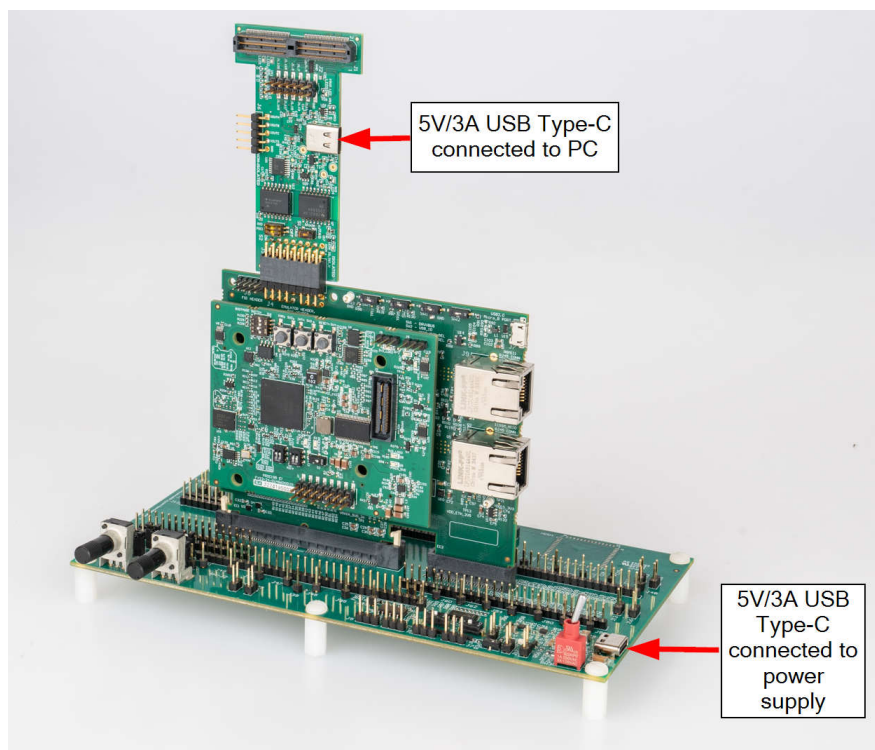
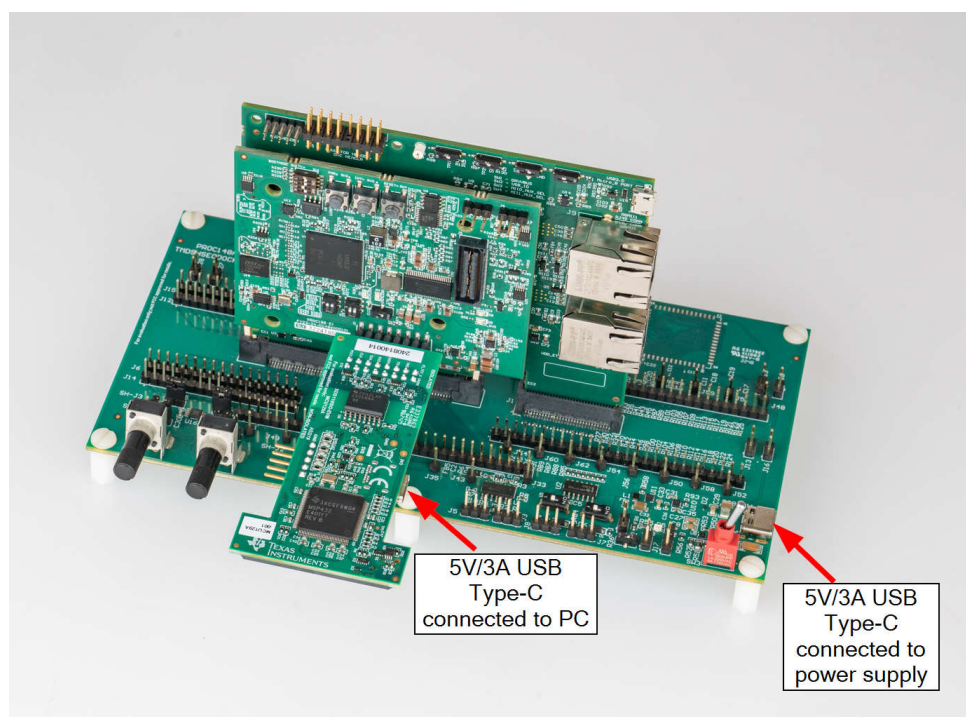

図 2-2. AM26x controlCARD の下位互換性構成 - HSEC180ADAPEVM-AM2 J4 に接続された XDS110ISO
図 2-3. AM26x controlCARD の下位互換性構成 - controlSOM J7 に接続された XDS110ISO
- controlSOM の HSEC-180 アダプタ ボード (図 2-2) のコネクタ J4 または J7 (図 2-3) に、XDS110ISO-EVM を接続します。